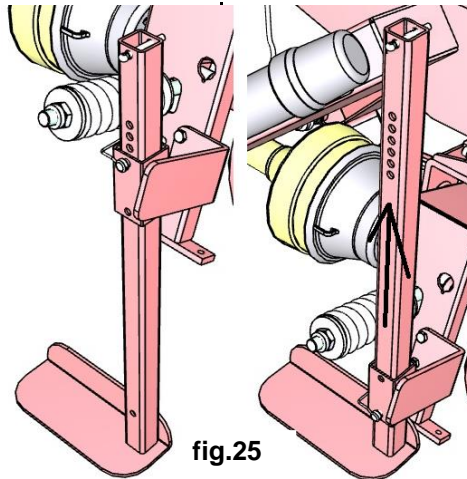

fig.25
7. **fig.25** - Togliere il piede di appoggio dalla posizione di parcheggio, sfilando la spina di sicurezza, e sollevarlo, facendolo scorrere nella sua sede, nella posizione di lavoro. Bloccare con la spina di sicurezza.
7. **fig.25** - Remove the bearing foot from the parking position, by removing the safety pin, and lift it, sliding it into its seat, into the working position. Lock with the safety pin.